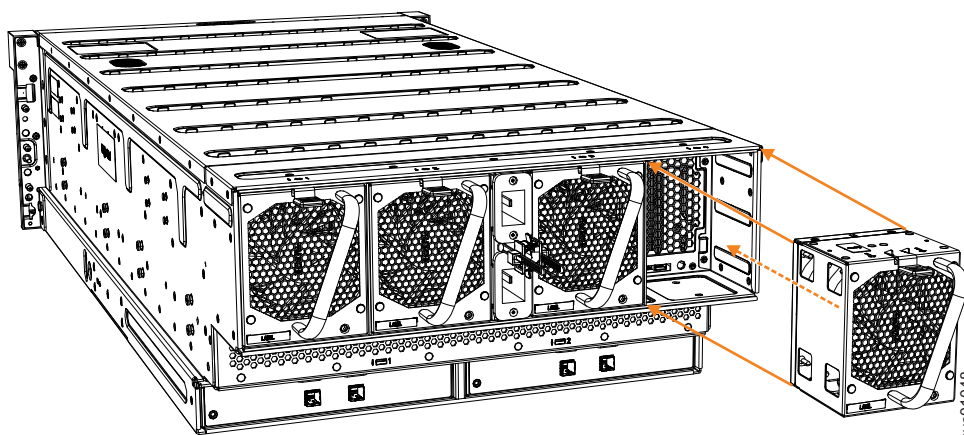

Figura 122. Extraer módulo de ventilador
3. Utilice el tirador para extraer el módulo de ventilador del chasis del alojamiento de expansión, como se muestra en la Figura 122.